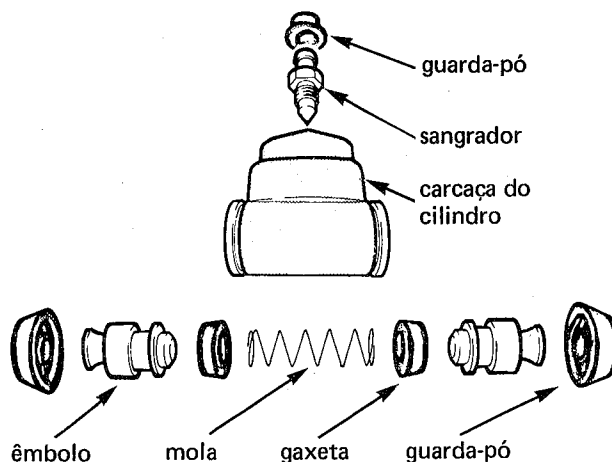

fig. 47
4. Instalar a mola do êmbolo primário, fixando-a com o respectivo parafuso; instalar as gaxetas do êmbolo primário observando o seu correto posicionamento (fig. 47)